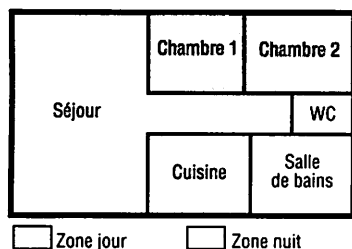

Fig. 2 : Exemple de 2 zones.
- La zone « nuit » concerne les pièces réservées au sommeil (fig. 2).